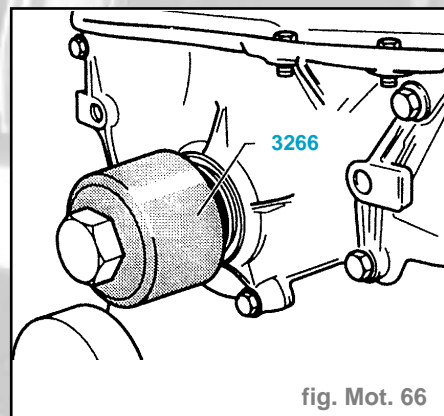

fig. Mot. 66
- Emmancher la bague-joint jusqu'en butée avec la douille de pression de **3266**. Utiliser à cet effet la vis de fixation usagée de l'amortisseur de vibrations (fig. Mot. 66).